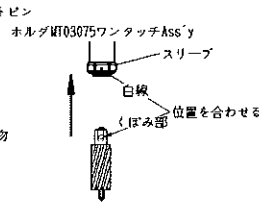

図 27
- 3) 刃物のくぼみ部とスリーブの白線の位置を合わせて刃物を差し込んでください。(図 27)